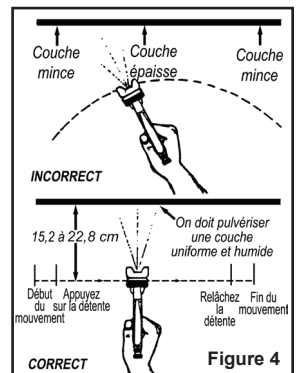

Figure 4
- Méthode de pulvérisation. Tenez le pistolet à une distance variant entre 15 et 23 cm de la surface de travail et déplacez-le d'un côté à l'autre en appuyant sur la détente pour pulvériser les matériaux. Pour éviter l'apparition de grumeaux, de coulures et de marques de raccords, maintenez le pistolet en mouvement en tout temps avant, pendant et après avoir appuyé sur la détente (voir Figure 4). Exercez-vous en peignant sur du matériel de rebut ou du carton jusqu'à ce que les résultats de vos essais de recouvrement soient acceptables en effectuant des réglages comme suit :